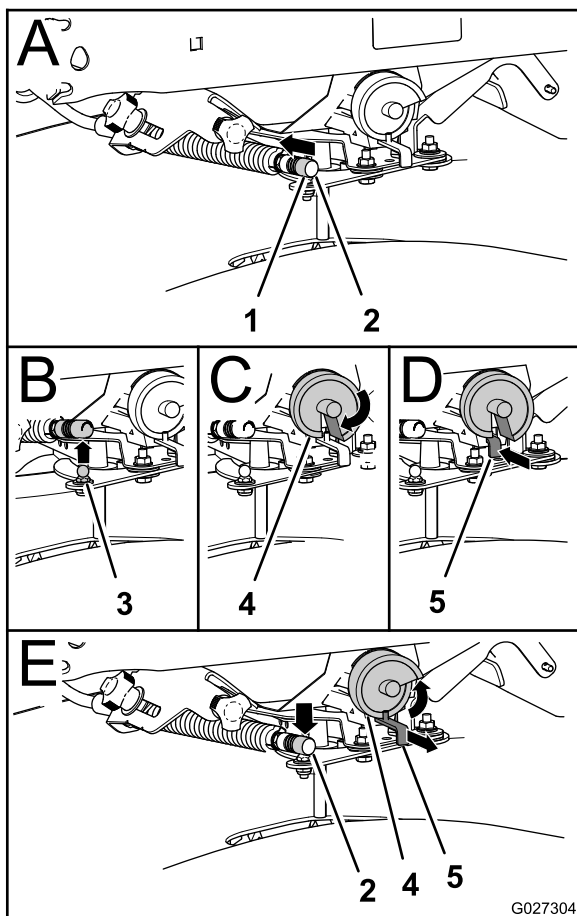

Figure 35
1. Poussez le manchon de verrouillage du câble de la trappe vers l'arrière et soulevez le câble de la rotule sur la tige de dosage (**Figure 35**).
2. Tirez le câble hors de la rotule (Figure 35).
3. Tournez la came de dosage au-delà de la position 9 de manière à aligner la fente de la came sur la tige (Figure 35).
4. Poussez complètement la tige de dosage en arrière (Figure 35).
1. Tirez la tige vers l'extérieur jusqu'à ce qu'elle passe la came de dosage (Figure 35).
3. Fixez le câble à la rotule sur le levier de la trappe (Figure 35).